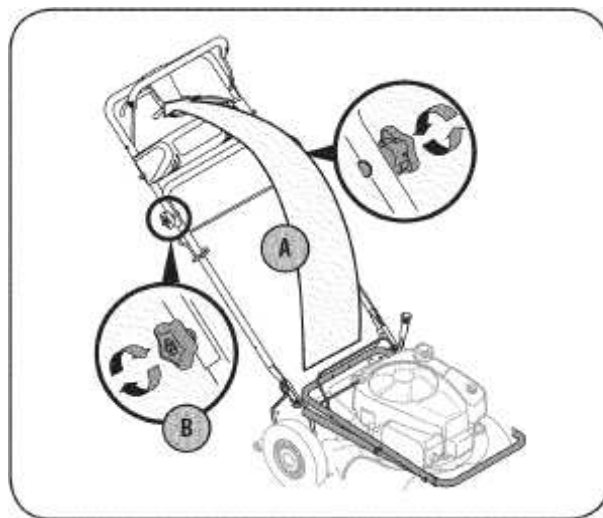

РИС. 1
- А. Потяните верхнюю часть ручки вверх и назад, как показано на Рис. 1. Убедитесь в том, что нижняя часть ручки плотно зафиксирована в установочных кронштейнах. Не пережимайте тросики.